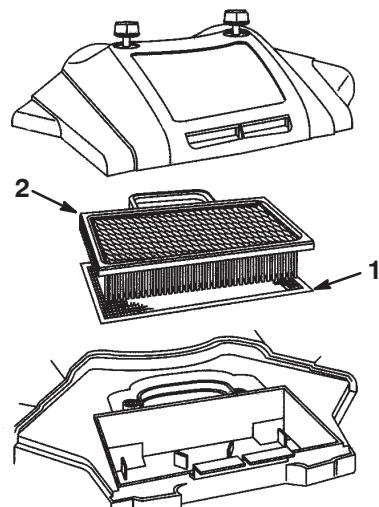

Figure 34
- Sortez la cartouche en papier et l'élément en mousse (Fig. 34).
3. Reposez le couvercle du filtre à air et les boutons (Fig. 34).